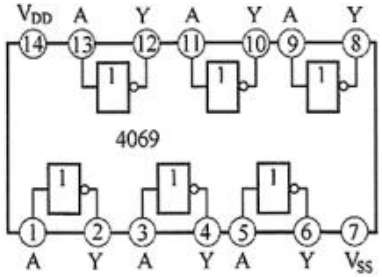
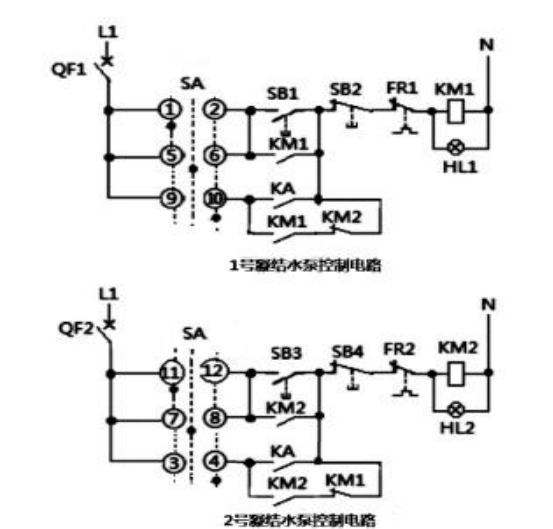

图 3 CD4069 内部逻辑和引脚功能
图2 改进后的电路图
分析与检修:根据其它功能正常而数码管缺划现象分析,故障部位重点应在面板上。拆出面板查看发现,IC1(AIP1668ED)已被别的师傅更换过。经过细心测量,数码管各个引脚与 IC1 相关的引脚的连接都正常畅通;又重焊数码管各引脚后试电,不但无效反而出现增加一画不显示了(如图 3 阴影所示)。由此受到启发:既然线路畅通,又因数码管引脚重焊而扩大故障,说明该数码管性能变得很脆弱,原本的缺划故障也就是性能变差所致,属于数码管内在故障而不是外围电路引起的缺划故障,直言之就是数码管内部个别 LED 已损坏。于是从旧板上拆下一只二位半数码管(E1-4503AHR2),尺寸与缺划的相同(如图 4a 所示),替换缺划的数码管(ULT-4352CS-R,如图 4b 所示),查看安装和焊接无误后通电试机,新换上的数码管显示正常,故障排除。
CD4069 是 CMOS 六非门集成电路,它的内部集成了六个完全相同的非门电路,非门的逻辑表达式为 $Y=\overline{A}$ 。CD4069 的内部逻辑电路图和引脚功能图如图 3 所示。
可是时间刚过半个月,相同的问题再次出现!用钳型电流表测试气泵电机电流又为 0.9A 左右。因为疫情的原因,设备商到我现场处理问题不方便,加之车间急着试用,电话联系并征得设备商同意后,遂将气泵从系统中拆下拿到设备部拆开检查,想弄清楚到底是啥问题。当拆开气泵时,看到涡轮和壳体上粘附有大量的粘稠果冻状物质(涡轮和壳体局部见图 3),这些粘附的物质使气泵出现严重的卡阻问题。
两台水泵自动轮换工作过程只能在“自动”方式进行。其核心是图3位置18的通电延时时间继电器KF1、图3位置23的失电延时时间继电器KF2和图2位置7的中间继电器KA5。
水位低于“高水位”两台泵处于备用状态，随着水位上升达到“高水位”时，图2位置4中间继电器KA3动作，图3位16的触头KA3:[33]与KA3:[34]闭合接通，图3位15的接触器QAC1线圈得电吸合，1#水泵启动工作。同时图3位置18的通电延时时间继电器KF1线圈得电吸合开始计时。计时到达设定值时，图2位置7的触头KF1:[17]与KF1:[18]闭合接通，图2位置7的中间继电器KA5线圈得电吸合，且图2位置8的触头KA5:[13]与KA5:[14]闭合保持KA5的吸合状态。图3位置18的触头KA5:[21]与KA5:[22]由闭合变成断开；图3位置23的触头KA5:[33]与KA5:[34]由断开变成闭合；为2#启动作好了准备。
随着水泵的运转水位逐渐下降，到水位低于“低水位”时，图2位置4中间继电器KA3释放，图3位16的触头KA3:[33]与KA3:[34]断开，图3位15的接触器QAC1线圈失电释放，1#水泵停止工作。自动方式下1#水泵启动停止过程有关电器动作过程如图6所示。
当水位再次上升达到“高水位”时，图2位置4中间继电器KA3动作，图3位21的触头KA3:[43]与KA3:[44]闭合接通，因图3位置23的触头KA5:[33]与KA5:[34]处在闭合状态→图3位20的接触器QAC2线圈得电吸合，2#水泵启动工作。同时图3位置23的失电延时时间继电器KF2线圈得电吸合。
随着水泵的运转水位逐渐下降，到水位低于“低水位”时，图2位置4中间继电器KA3释放，图3位21的触头KA3:[43]与KA3:[44]断开，图3位20的接触器QAC2线圈失电释放，2#水泵停止工作。同时图3位置23的失电延时时间
继电器KF2线圈失电释放开始计时，计时到达设定值时，图2位置7的触头KF2:[15]与KF1:[16]由闭合成断开，图2位置7的中间继电器KA5线圈失电释放。使其触头图3位置18的触头KA5:[21]与KA5:[22]变成闭合；→图3位置23的触头KA5:[33]与KA5:[34]变成断开，为下一次1#启动作好了准备。自动方式下2#水泵启动停止过程有关电器动作过程如图7所示。
1#水泵运转过程中，若按下按钮SS1，则其触头SS1:[11]与SS1:[12]断开，图3中控制回路断裂，接触器QAC1失电释放，1#水泵停止。
2#水泵运转过程中，若按下按钮SS2，则其触头SS2:[11]与SS2:[12]断开，图3中控制回路断裂，接触器QAC2失电释放，1#水泵停止。
该方式下，水泵的停止由“低水位”液位器控制，也就是中间继电器释放使泵停止工作。图3位置16的触头KA3:[33]与KA3:[34]或图3位置17的KA7:[13]与KA7:[14]断开，控制回路断裂，接触器QAC1失电释放，1#水泵停止。图3位置21的触头KA3:[43]与KA3:[44]或图3位置22的KA7:[23]与KA7:[24]断开，控制回路断裂，接触器QAC2失电释放，2#水泵停止。
安全生产带来一定隐患。例如电接点水位计失灵或中间继电器KA故障，备用泵都可能失去备用的功能。如在图2中，即使备用的2号泵的控制开关的③④在接通位置，如KA不接通，接触器KM2是无法励磁的，备用泵无法启动。故笔者又提出巧改的再改进意见，如图3。